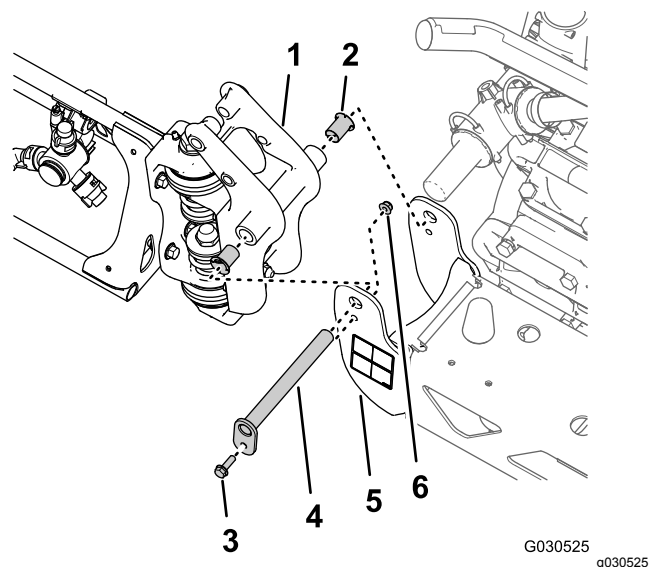

Figura 42
2. Retire el pasador de giro del soporte de giro de la sección de fumigación central y del acoplamiento de giro de la sección de fumigación exterior (Figura 42).
3. Separe la sección de fumigación exterior de la sección de fumigación central y retire la sección exterior de la máquina (Figura 42).
4. Retire los dos casquillos con brida de nylon del acoplamiento de giro de la sección de fumigación exterior (Figura 42).
1. Retire el perno con arandela prensada (5/16" x 1") y la contratuerca con arandela prensada (5/16") que sujetan el pasador de giro al soporte de giro (Figura 42).